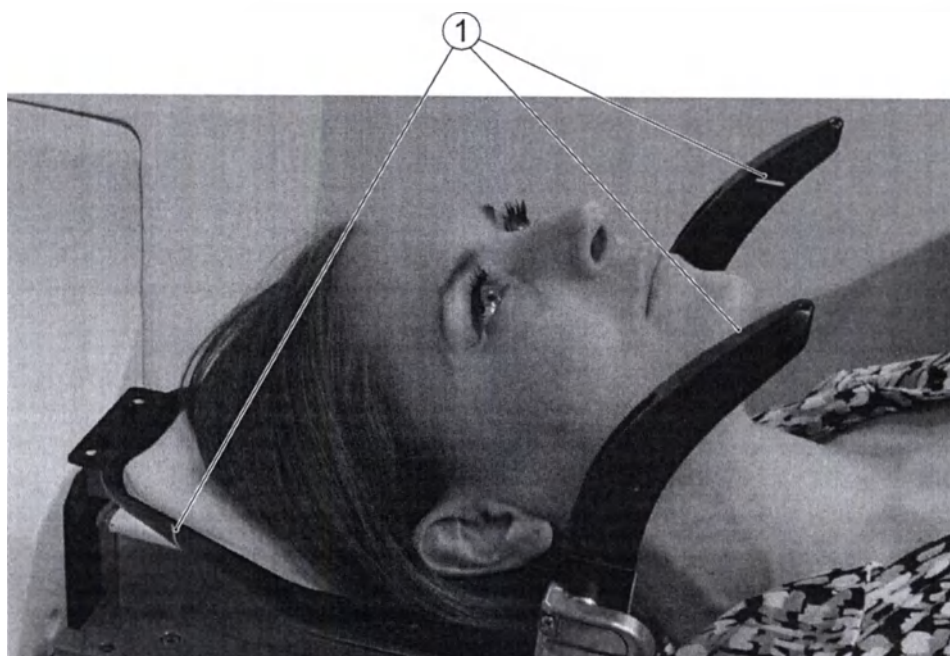

Рис. 5.4 Индикация поля видимости для КЛКТ
- 10 Уложите пациента на матрас кушетки и подголовник. При размещении пациента помните о мишени и поле видимости при проведении КЛКТ. Пределы поля видимости по осям Z и Y показаны белыми метками (1) на адаптере маски, см. Рис. 5.4 .